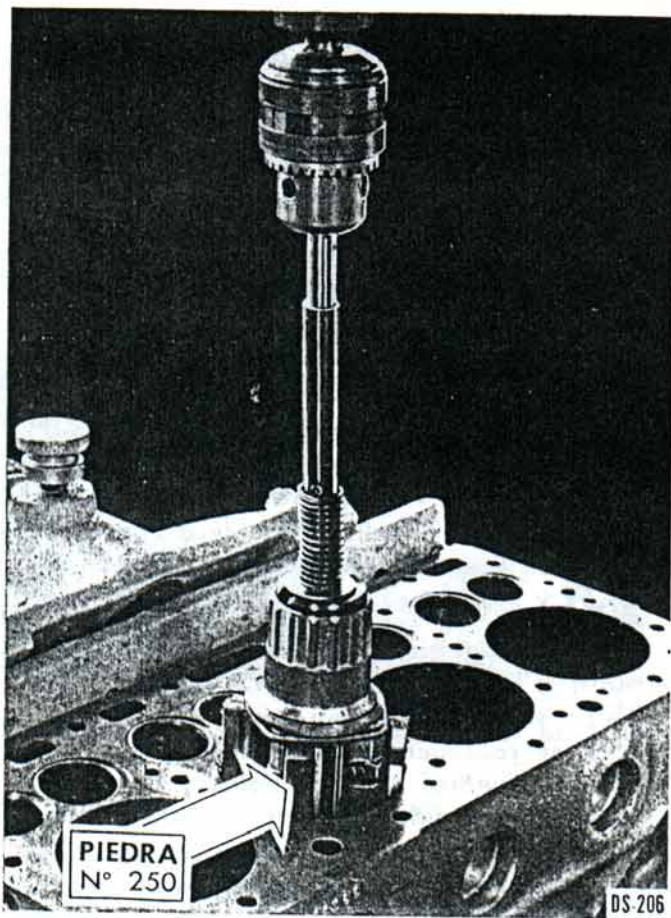

Fig. 53. — Bruñendo el cilindro.
2) Si las mediciones de los diámetros interiores de los cilindros están dentro de los límites citados anteriormente: ovalización máxima 0,127 mm (.005"); conicidad máxima 0,381 mm (.015"), pero indican ondulaciones, los cilindros deberá bruñirse con piedras N° 250 (Fig. 53). Mover el bruñidor hacia arriba y abajo mientras está girando en el cilindro, para producir un acabado satinado de minúsculos rombos a 30° aproximadamente con la horizontal. Bruñir sólo lo necesario para corregir la ondulación.